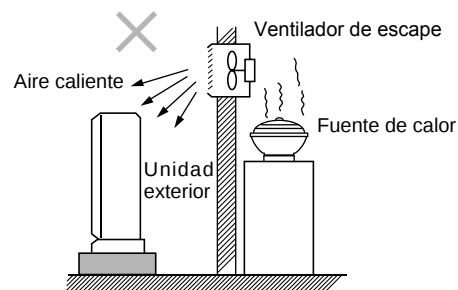

Fig. 2-4
- Fuentes de calor, ventiladores de escape, etc. (Fig. 2-4)